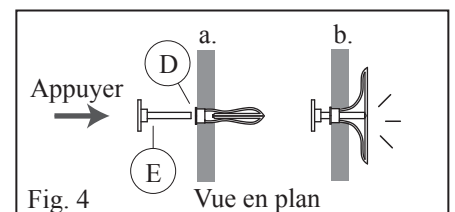

Fig. 4
5. Insérez la goupille rouge (E) dans les ancrages pour cloison sèche (D) pour ouvrir les ailettes. (Fig. 4)